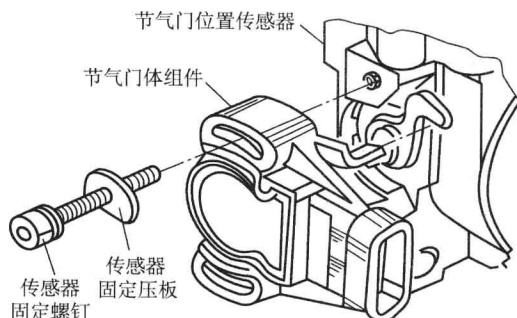

图 1-1 大宇车系可调式节气门位置传感器
1) 韩国大宇车系中有两种节气门位置传感器, 外表相同, 都是可调式节气门位置传感器, 只是怠速节气门输出电压调节长孔的旋转方向不同, 一个是顺时针旋转输出电压升高, 另一个是逆时针旋转输出电压升高。由于两种节气门位置传感器配置于不同的车型, 如装错, 汽车第一次起动正常, 但是原地做几次加速动作后, 仪表板上故障指示灯便会被点亮, 随后发动机怠速抖动, 排气管发出“突突”声, 加速放炮, 并留下节气门位置传感器 (TPS) 的故障码。大宇车系可调式节气门位置传感器见图 1-1。